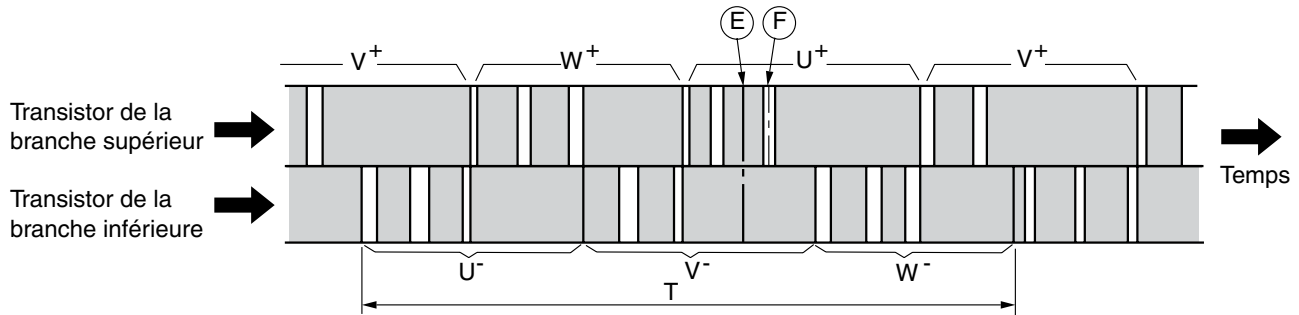

Fig. 3-2 Ordre de commutation du module d'alimentation
- Le temps T de la Fig. 3-2 représente la période de commutation, et la relation avec la vitesse de rotation (N) du compresseur est représentée par la formule suivante: